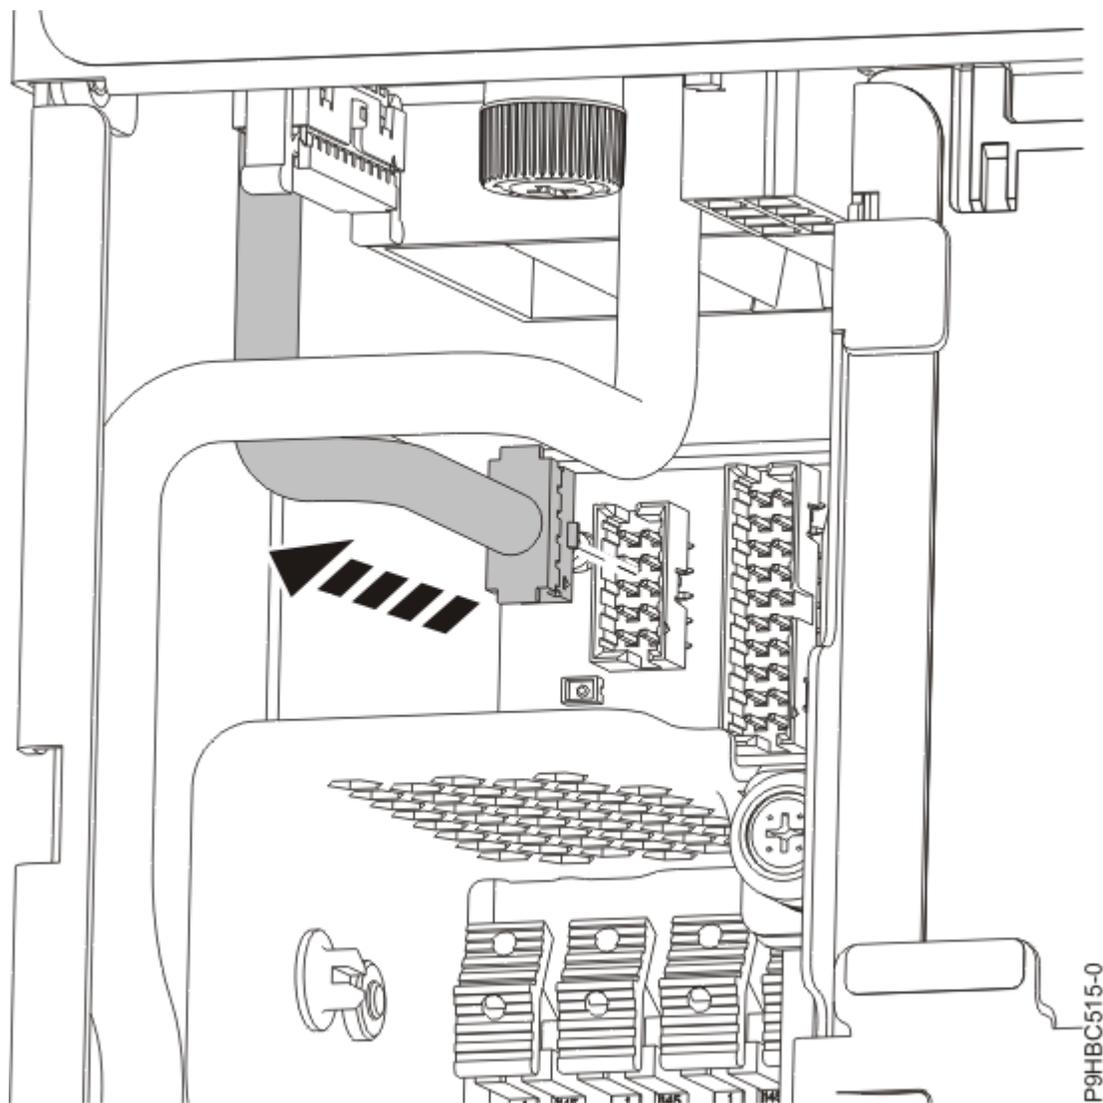

Figura 54. Desligar o cabo do ecrã do painel de controlo do painel posterior do sistema
3. Desligar o cabo do ecrã do painel de controlo do painel posterior do sistema conforme apresentado em Figura 54 na página 60.